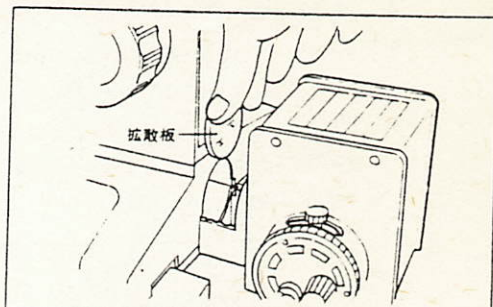

図7
- 9) 図7のように拡散板のマット面を鏡基側に向け、フィルタ受けの最も鏡基側の溝に落とし込みます。